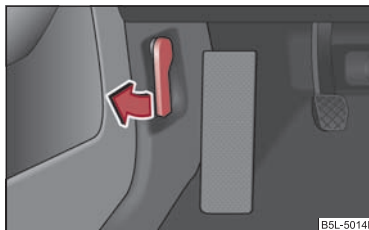

Fig. 12 Palanca de desbloqueo para el capó
- Tire de la palanca de desbloqueo debajo del tablero de instrumentos, lado del conductor ⇒ página 14, fig. 12. ■